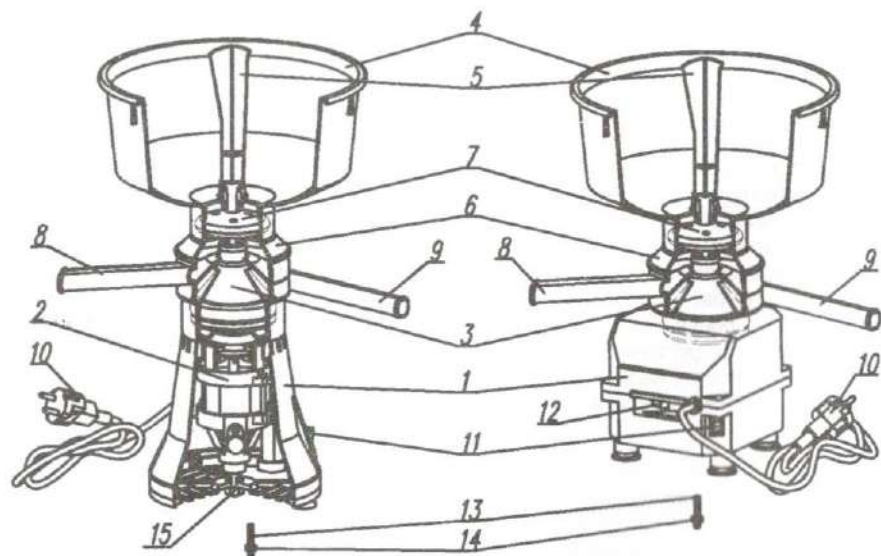

Рис.1
4.6 Регулярно проверяйте затяжку гайки 15 рис.1 установки электродвигателя.
5.1 Электропривод (рис.1) представляет собой пластмассовый корпус 1, в котором на упругой опоре закреплен электродвигатель 2.
Посуда (рис. 1) состоит из молокоприёмника 4, крана 5, камеры поплавковой 6 с поплавком 7, приёмника сливок 8, приёмника обрат 9.
5.3 Барабан 3 (рис.1) – основной узел сепаратора, в котором под действием центробежных сил происходит процесс разделения на сливки и обрат.
6.3 Для обеспечения вертикальной установки сепаратора и нормальной его работы необходимо установить электропривод на горизонтальную и ровную поверхность стола. Для этого в крышке стола просверлить отверстие диаметром (6.5+1) мм. В основание электропривода ввернуть шпильку 13 рис.1. Вставить шпильку в просверленное отверстие и затянуть гайкой слегка прижав электропривод к столу.
6.4 Установить на электропривод посуду в соответствии с рис.1.
Для устранения этого режима выключатель 11 (рис.1) установить в положении «О». Звуковой сигнал должен прекратиться. Проверить правильность установки посуды и барабана. Повторить запуск сепаратора.